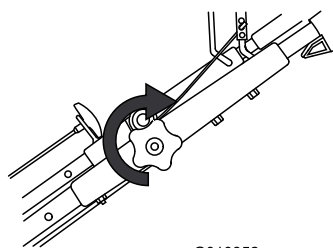

Figure 4
2. Serrez le bouton de la partie supérieure du guidon autant que possible (Figure 4).